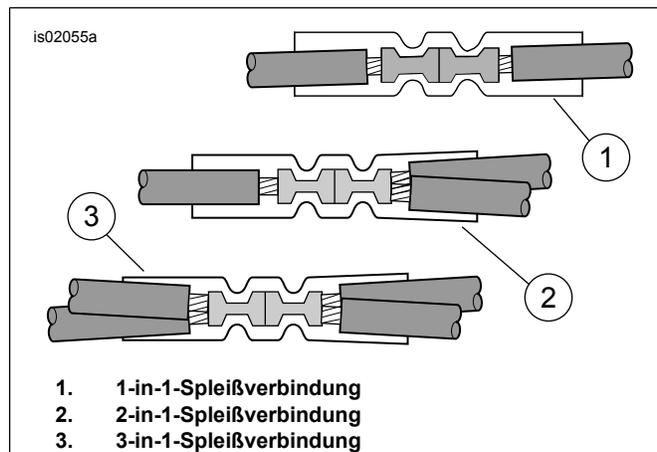
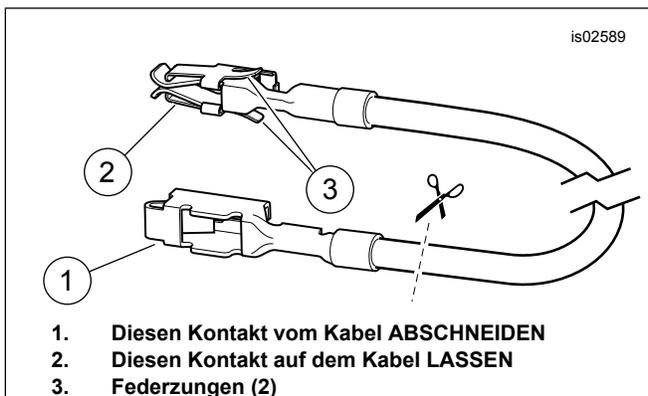
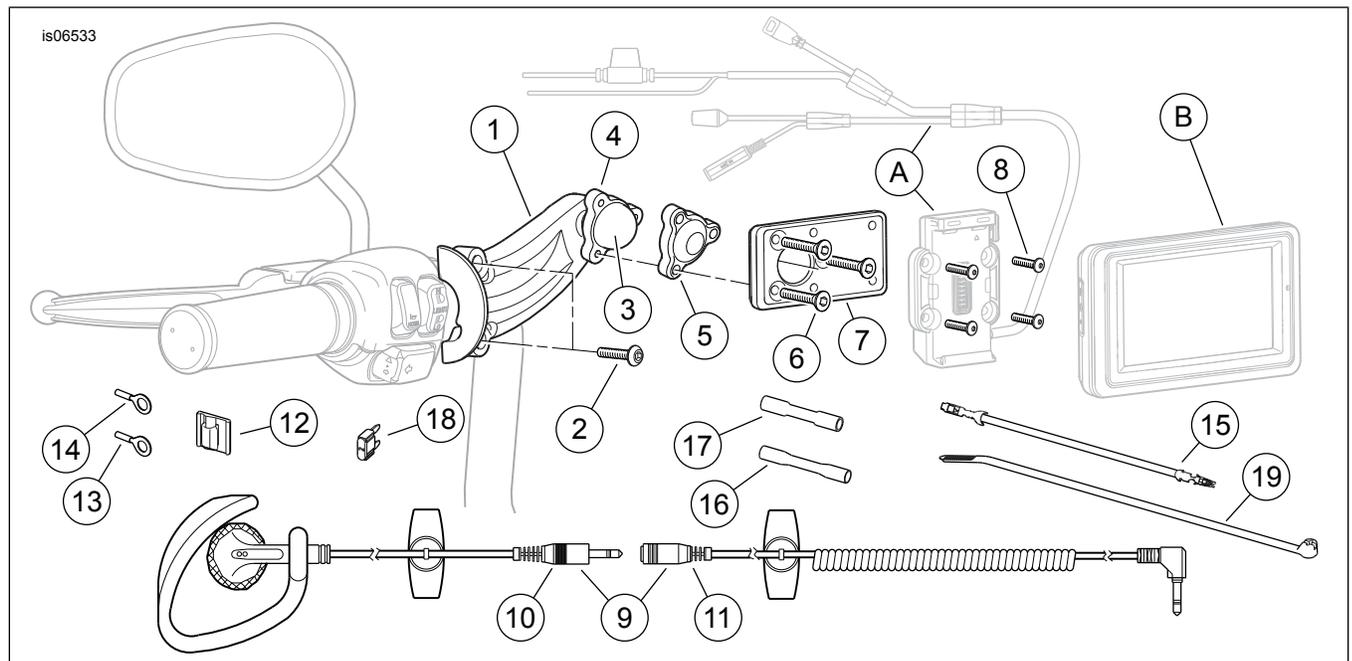

Abbildung 6. Spleißanordnungen
Abbildung 7. Sicherungsblock-Adapterkabel (Dyna- und Softtail-Modelle)
Abbildung 16. Ersatzteile, Road Tech Zumo 660 und Zumo 665 GPS-Lenkerbefestigungssatz
- Siehe Abbildung 16. Einen versiegelten Stoßverbinder (3) aus dem Satz nehmen. Siehe Abbildung 6, die 2-in-1-Spleißanordnung. Das Stromkabel des Zumo-Kabelbaums gemäß den Anweisungen im Anhang des Werkstatthandbuchs mit den orange/weißen Kabeln des Hauptkabelbaums verspleißen.
3. Siehe Abbildung 16. Das orange/weiße Sicherungsblock-Adapterkabel (15) aus dem Satz bereitlegen. Den Kontakt an beiden Enden notieren (siehe Abbildung 7). Nur der Kontakt mit den Federzungen passt in diesen Sicherungsblock. Den nicht benötigten Kontakt sorgfältig abtrennen und entsorgen.
6. Siehe Abbildung 16. Den blauen versiegelten Stoßverbinder (17) aus dem Satz nehmen. Siehe Abbildung 6, die 1-in-1-Spleißanordnung. Das Stromkabel des Zumo-Kabelbaums gemäß den Anweisungen im Anhang des Werkstatthandbuchs mit dem Adapterkabel verspleißen.
7. Siehe Abbildung 16. Die 2-A-Sicherung (18) aus dem Satz in den als „OPEN“ ausgewiesenen Sicherungshohlraum einsetzen, um den Stromkreis zu schließen.
3. Siehe Abbildung 16. Den blauen versiegelten Stoßverbinder (17) aus dem Satz nehmen. Siehe Abbildung 6, die 2-in-1-Spleißanordnung. Das Stromkabel des Zumo-Kabelbaums gemäß den Anweisungen im Anhang des Werkstatthandbuchs mit den zugeschnittenen orange/weißen Kabeln verspleißen.
7. Siehe Abbildung 16. Die 2-A-Sicherung (18) aus dem Satz in den Sicherungshohlraum „P&A IGN“ einsetzen, um den Stromkreis zu schließen.
3. Siehe Abbildung 16. Den blauen versiegelten Stoßverbinder (17) aus dem Satz nehmen. Siehe Abbildung 6, die 2-in-1-Spleißanordnung. Das Stromkabel des Zumo-Kabelbaums gemäß den Anweisungen im Anhang des Werkstatthandbuchs mit den orange/weißen Kabeln des Hauptkabelbaums verspleißen.
- Siehe Abbildung 16. Die Überlänge des orange/weißen Kabels vom Zumo-Kabelbaumkabel abschneiden. Dieses Kabel mit dem blauen, versiegelten Stoßverbinder (17) aus dem Satz mit dem in Schritt 4 eingebauten Adapterkabel verspleißen.
- Die 2-A-Sicherung (18) aus dem Satz im Sicherungshohlraum „P&A IGN“ „2A MAX“ einsetzen, um den Schaltkreis zu schließen.
- Siehe Abbildung 16. Die Überlänge des orange/weißen Kabels vom Zumo-Kabelbaumkabel abschneiden. Dieses Kabel mit dem blauen, versiegelten Stoßverbinder (19) aus dem Satz mit dem in Schritt 4 eingebauten Adapterkabel verspleißen.
- Siehe Abbildung 16. Den blauen versiegelten Stoßverbinder (17) aus dem Satz nehmen. Siehe Abbildung 6, die 2-in-1-Spleißanordnung. Das Stromkabel des Zumo-Kabelbaums gemäß den Anweisungen im Anhang des Werkstatthandbuchs mit den orange/weißen Kabeln des Hauptkabelbaums verspleißen.
- Die 2-A-Sicherung (18) aus dem Satz in den Sicherungshohlraum einsetzen, um den Stromkreis zu schließen.